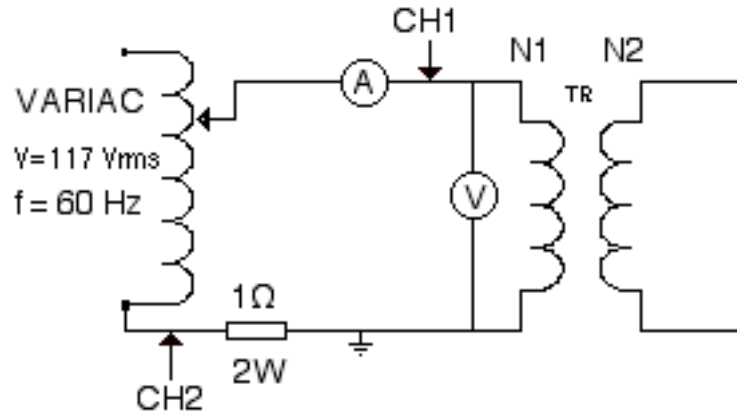

Figura 9.4.
- 25.- Para obtener las características en cortocircuito del transformador, monte el circuito de la figura 9.4.
- 29.- Observe que, según las conexiones mostradas en la figura 9.4, el canal CH1 del osciloscopio está midiendo el voltaje en el primario, y el canal CH2 está midiendo el voltaje sobre una resistencia de 2Ω , por la cual circula la corriente del primario, pero con la polaridad invertida, por lo que debe aplicar el control de inversión de este canal. Grafique las señales de los canales CH1 y CH2 del osciloscopio para la prueba de cortocircuito.